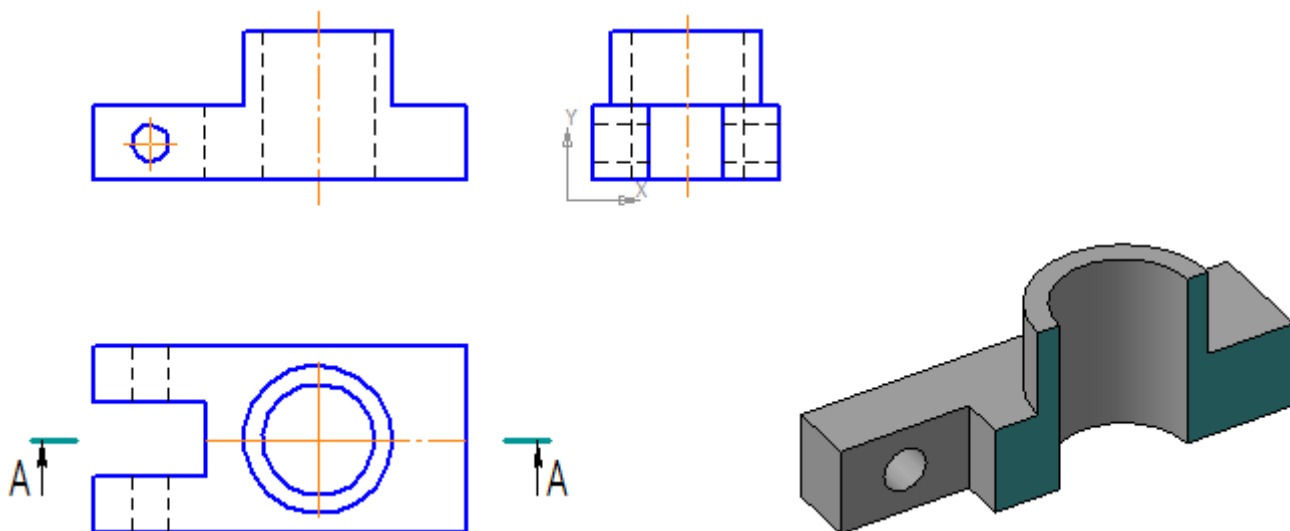

Рис. 12
- укажите редактируемый участок (мишень мыши находится между соответствующими точками на линии, которую необходимо удалить). Щелчком ЛКМ удалите ненужные участки (контур, расположенный до плоскости сечения не изображают) – рис. 12